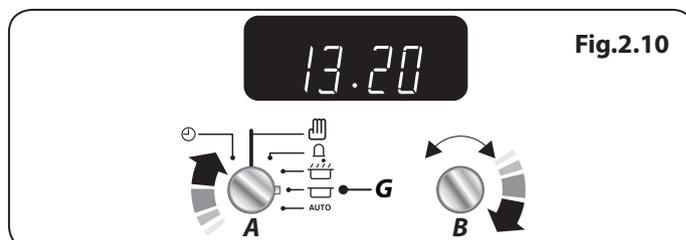

Fig.2.10
2. Tournez le bouton de la **minuterie (A)** sur le réglage **Heure d'arrêt (G)** (Fig.2.10). L'affichage indique alors l'heure actuelle plus le temps de cuisson que vous avez sélectionné.